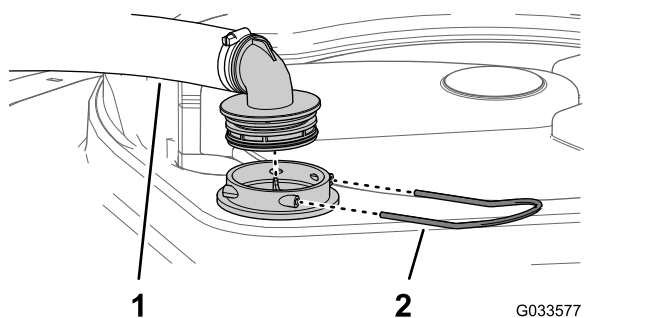

Figure 88
2. Au sommet de la cuve du pulvérisateur, retirez l'étrier qui fixe le raccord de flexible sur le grand flexible et le logement du filtre (Figure 88).
3. Retirez le flexible et le raccord du logement du filtre (Figure 88).